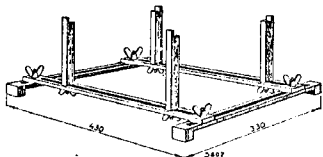

Fig. 3
1. Gebruik bij reparatie een montagebankje, bij voorkeur een universeel bankje, volgens fig. 3